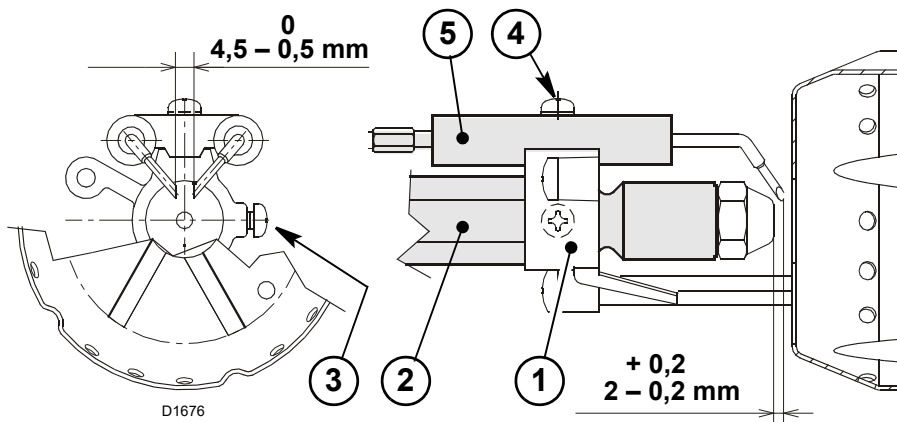

Fig. 22
Måtten i Fig. 22 måste respekteras.
- Vila propellerstödenheten 1)(Fig. 22) på munstyckshållaren 2)(Fig. 22) och spärra med skruven 3)(Fig. 22). För eventuella justeringar av elektrodenheten 5) lossar du skruven 4)(Fig. 22).